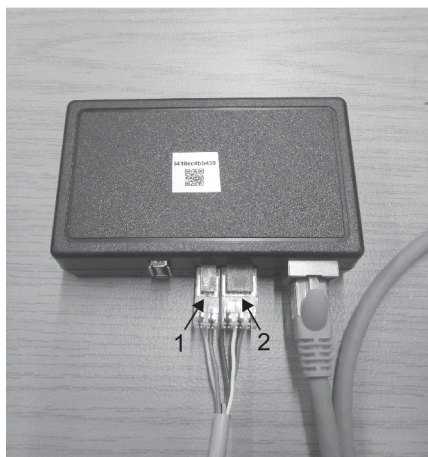

Fig. 5: Raccordement filaire au module de connectivité
- Sur le module de connectivité, emboîter le câble sur les broches de raccordement à 2 et 3 pôles (Figure 5).